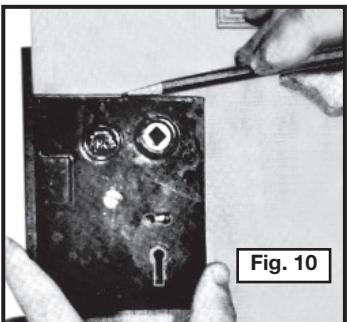

Fig. 10
- Faites une marque sur le côté de la porte au sommet de la boîte de serrure (Fig. 10). Transférez cette marque sur le bord avant de la porte.